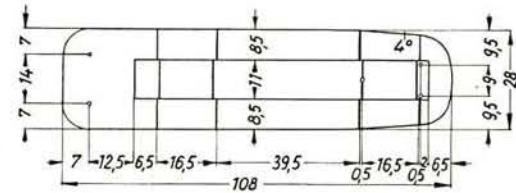

Bild 2
Bild 2 Auch dieser Milch-Spezial-Transporter mit Hänger – das Vorbild übrigens auch ein ungarisches Erzeugnis – wird manchem noch fehlen und die Anlagen bestimmt beleben.
■ Bild 2 „Au Backel!“ könnte man hier sagen. Eigentlich soll so etwas ja gar nicht vorkommen, einem in die Flanke zu fahren. Vorschriftsmäßig wurde die Unfallstelle mit den vorgeschriebenen Schutzhaltesignalen gesichert. Kein Wunder, denn der Besitzer der Anlage sind die Modelleisenbahner des Bahnhofs Berlin-Schöneweide.